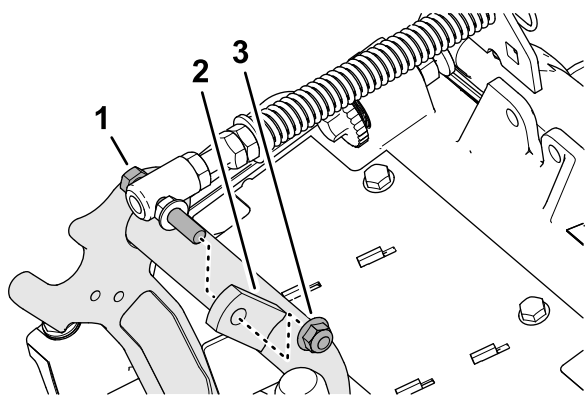

Figura 8
3. Retire la contratuerca con arandela prensada ($\frac{3}{8}$ ") que fija el tornillo del muelle de compensación del césped a la pestaña derecha del bastidor de tiro, y retire el muelle de compensación de la unidad de corte (Figura 8).